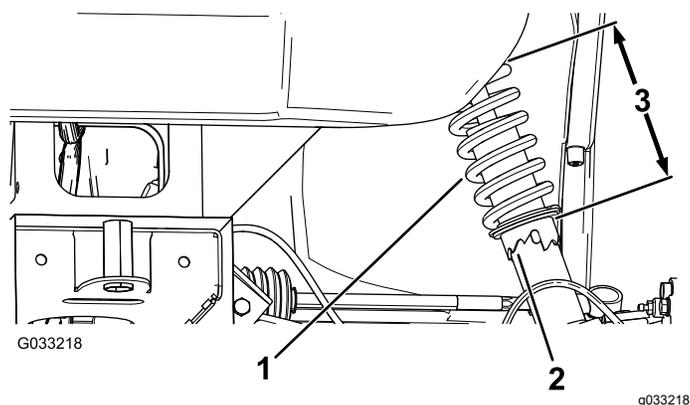

Рисунок 53
2. Если развал не отрегулирован, используйте ключ, чтобы повернуть кольцо на амортизаторе для выравнивания колеса (Рисунок 53).